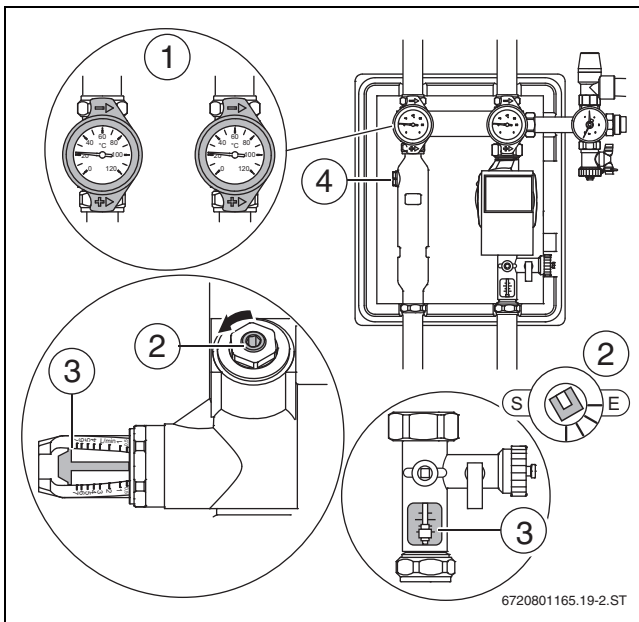

Рис. 42
- ▶ Проверьте объёмный поток по смотровому окну ограничителя потока (→ рис. 42, [3]).